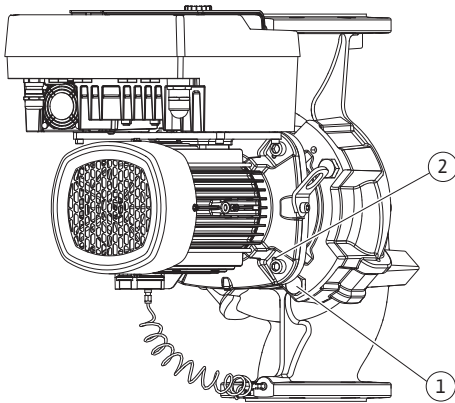

Fig. 104: 通过螺纹孔压出电机叶轮组
23. 从水泵壳体中压出电机叶轮组。为此, 使用两个螺纹孔 (参见Fig. 104, 位置1)。
33. 要将插入件从水泵壳体压出, 使用旁边的两个螺纹孔 (Fig. 104, 位置1), 以及安装方提供的螺钉 (如M10 x 25 mm)。